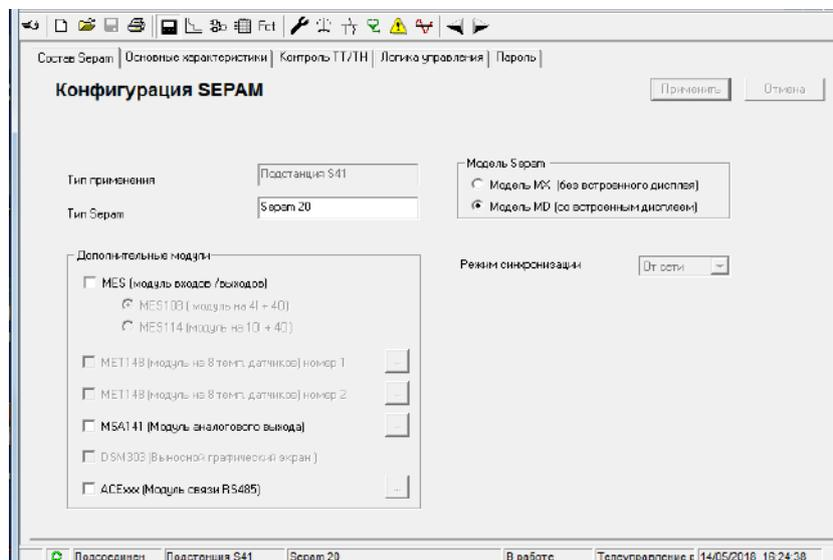

Рисунок 8.2 – Окно «Конфигурация Seram»
7. Открыть вкладку «Конфигурация Seram» (рис. 8.2), на данной вкладке расположена информация по типу модели блока, устанавливаемых модулей. К блоку на обратной панели подключен расширительный модуль MES114, который необходимо активировать, установив «галочку» напротив него. Обозначить название блока, например, «Seram Отходящая линия», в разделе «Модель» выбрать тип MD.